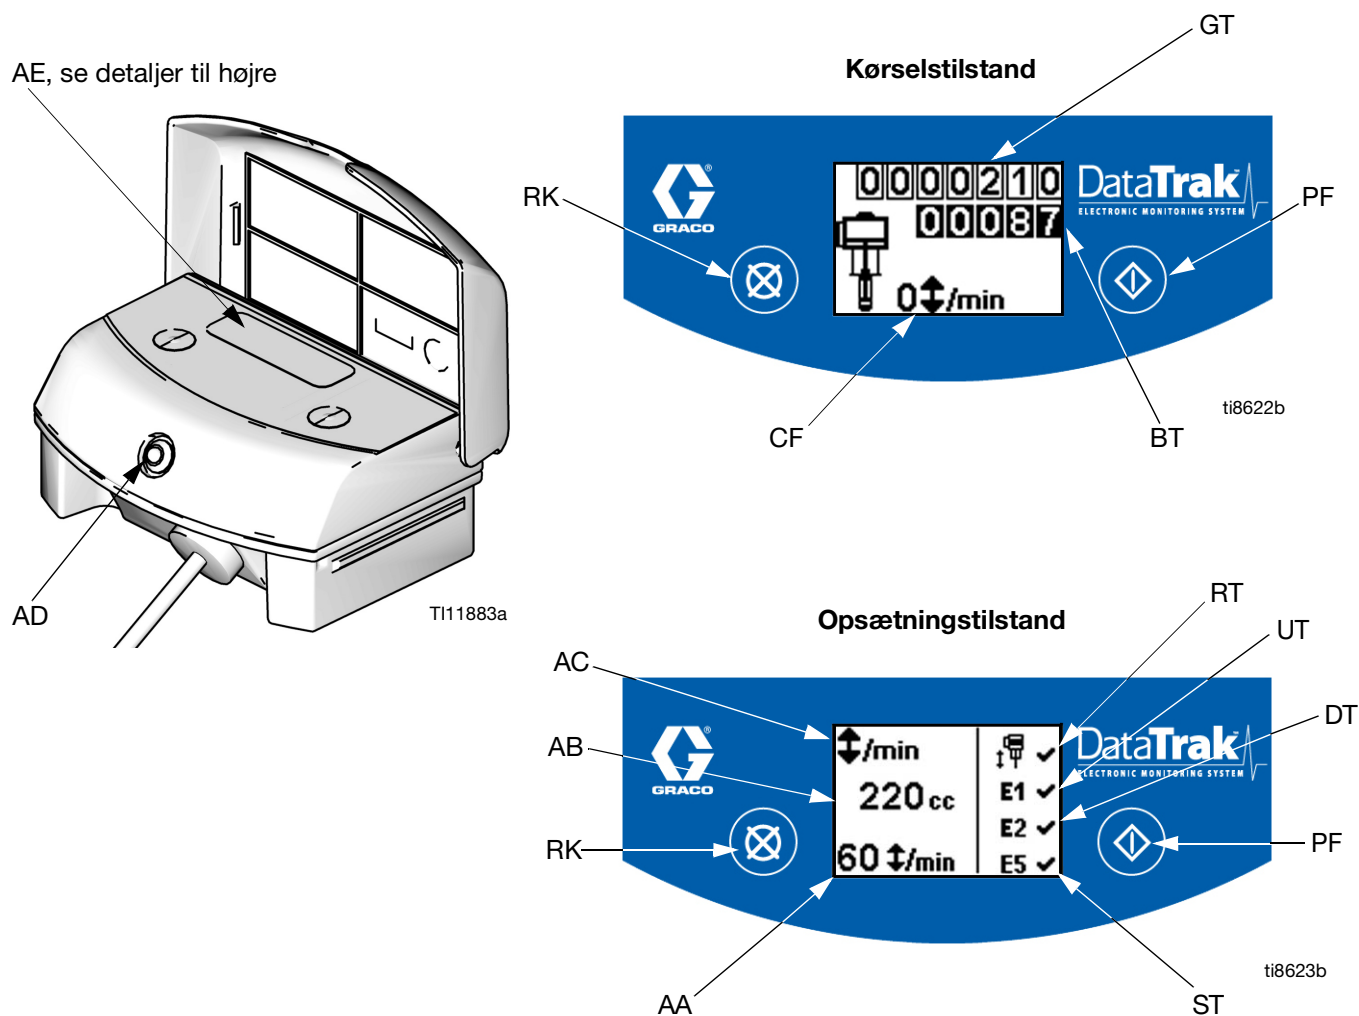

FIG. 7. DataTrak betjeningsanordninger og indikatorer
Nøgle til FIG. 7
1. Se FIG. 7. Tryk og hold  nede i 5 sekunder, indtil opsætningsmenuen vises.
NB! Ved løbskkørsel aktiveres E1, E2 og E5 fejlvisningerne, og et  vil komme til syne på opstillingsskærmen. Se FIG. 7.
1. Se FIG. 7. Hvis løbskkørsel af pumpen finder sted, vil magnetventilen til løbskkørsel blive aktiveret og derved standse pumpen. Lysdioden (AD) vil blinke, og displayet (AE) vil vise en løbskkørselstilstand (se Skema 1). Displayet viser skiftevis seks forskellige instruktionsskærme.
2. Løbskkørselsskærm 1 og 2: For at nulstille den løbskkørende magnetventil, skal du lukke for hovedudluftningsventilen (E). Vent, indtil motoren er fuldstændigt tømt for luft.
3. Løbskkørselsskærm 3 og 4: Når luften er blæst ud, skal du trykke udløserknappen (J) på magnetventilen ned, for at nulstille luftventilen. Knappen går selv op, når luftventilen igen fyldes med trykluft.
NB! For at deaktivere løbskkørselsovervågningen, gå til opsætningsfunktionen og indstil løbskkørselsværdien til 0 (nul) eller sæt vippekontakten (RT) på off  (se FIG. 7).
1. Se FIG. 7. For at gå til spædning/skylningsfunktionen, tryk på en vilkårlig tast for at genaktivere displayet, tryk derefter på .
Se FIG. 7. Det sidste ciffer i batch-tællerværdien (BT) repræsenterer en tiendedel af gallons eller liter. For at nulstille totaltælleren, tryk på en vilkårlig tast for at genaktivere displayet, tryk derefter på og hold  nede i 3 sekunder.
Se FIG. 7. Displayet (AE) vil slukke efter 1 minuts inaktivitet i Kørselsfunktion eller efter 3 minutter i Opstillingsfunktion. Tryk på en vilkårlig tast for at genaktivere displayet.
DataTrak kan diagnosticere adskillige problemer med pumpen. Når monitoren detekterer et problem, vil lysdioden (AD, FIG. 7) blinke, og en diagnosticeringskode vil komme til syne på skærmen. Se Skema 1.